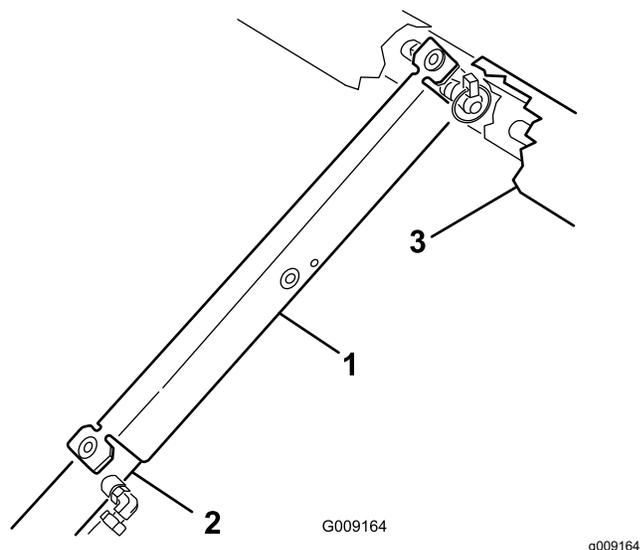

Рисунок 22
3. Поместите опору кузова на шток гидроцилиндра, проследив за тем, чтобы концевые лепестки опоры опирались на торец корпуса гидроцилиндра и торец штока гидроцилиндра (Рисунок 22).